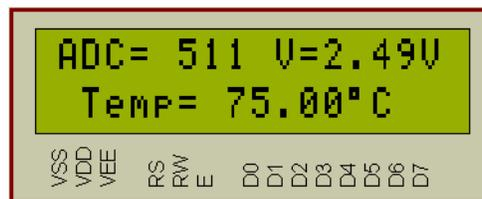

Figura 8.2. Información desplegada en el display LCD después de la conversión A-D.
- Crear un ciclo continuo donde se realice el proceso de conversión y se muestre en el display el valor binario que resulta de la conversión además del valor del voltaje analógico de entrada y la temperatura equivalente a ese nivel de voltaje. La figura 8.2 muestra un ejemplo de la información que debe mostrar el display LCD.